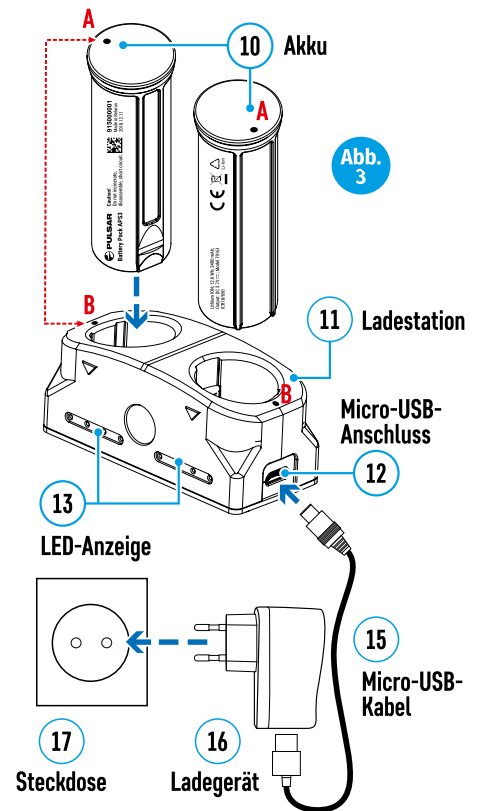

Abb. 3
#### Option 2 (Abb. 3):
- Schieben Sie den mit dem Gerät gelieferten oder separat erworbenen wiederaufladbaren Akku (10) entlang der Führungsschiene vollständig in den APS-Ladeschacht (11) (siehe Abb. 3).
- Verbinden Sie den microUSB-Stecker des USB-Kabels (15) mit dem microUSB-Anschluss des Netzsteckers (16). Stecken Sie das Gerät in eine Steckdose mit 100 – 240 V (17).
- Verbinden Sie den zweiten Stecker des microUSB-Kabels mit der Buchse (12) des Netzladeadapters (11).
- Die LED-Anzeige (13) leuchtet auf.